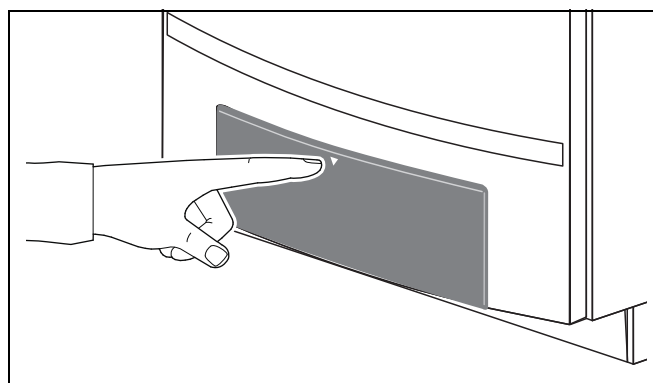

Fig. 53 Åbning af betjeningsfeltet
- Åbn betjeningsfeltet ved at trykke på det (fig. 53).